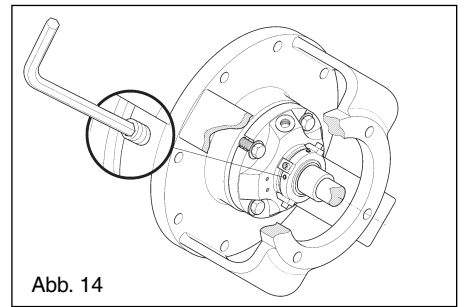

Abb. 14
- Die Blockierstifte der Manschette auf der Welle lösen (Abb. 14).
- Die Stifte kräftig anziehen (Abb. 14).